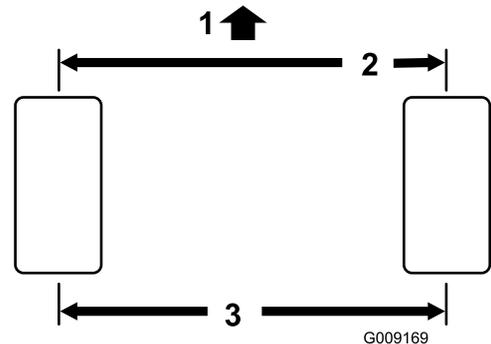

Bild 109
- Messen Sie den Abstand vorne und hinten an den Lenkreifen Mitte-zu-Mitte (auf Achshöhe). **Bild 109**